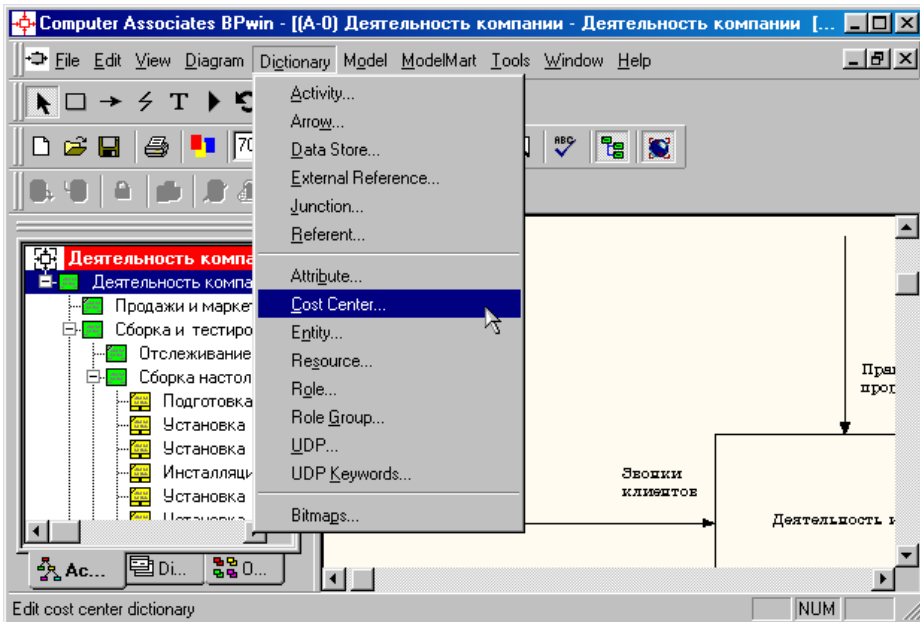
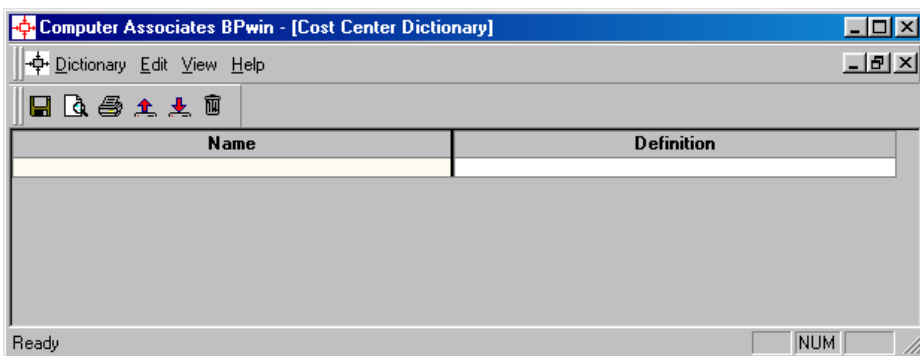

Рисунок 8.2- Выбор меню **Dictionary/Cost Center**
Рисунок 8.3 – Незаполненное окно **Cost Center Dictionary**
- 2) Перейдите в меню **Dictionary/Cost Center (Словарь/Центр Затрат)** (рисунок 8.2) и в окне **Cost Center Dictionary (Словарь Центра Затрат)** (рисунок 8.3) внесите название и определение центров затрат (таблица 8.1). Вид окна **Cost Center Dictionary** после внесения название и определение центров затрат представлен на рисунке 8.4 (обратите внимание на то, что центры затрат упорядочились по алфавиту).